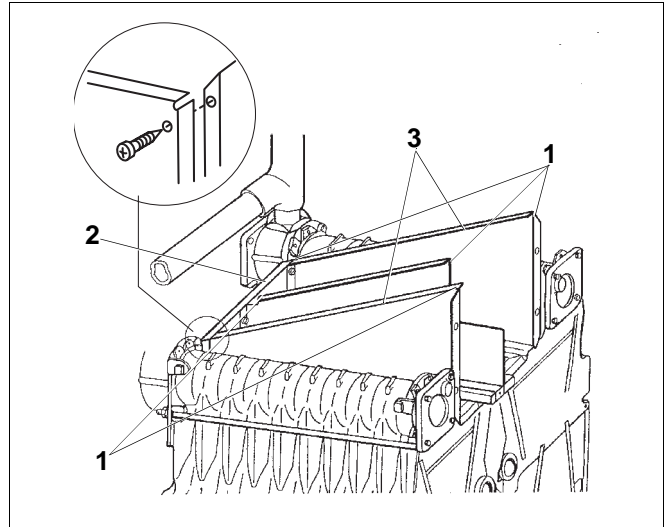

Fig. 35 Monter le collecteur de fumées
- Introduire en premier l'une puis l'autre face latérale (fig. 35, **pos. 3**) dans la rainure de guidage et les visser avec des vis à tête plate 3,9 x 9,5 à la partie avant (fig. 35, **pos. 2**).
- Mettre les écrous cage M6 (fig. 35, **pos. 1**, en fonction de la taille de la chaudière 5 ou 7 pièces).